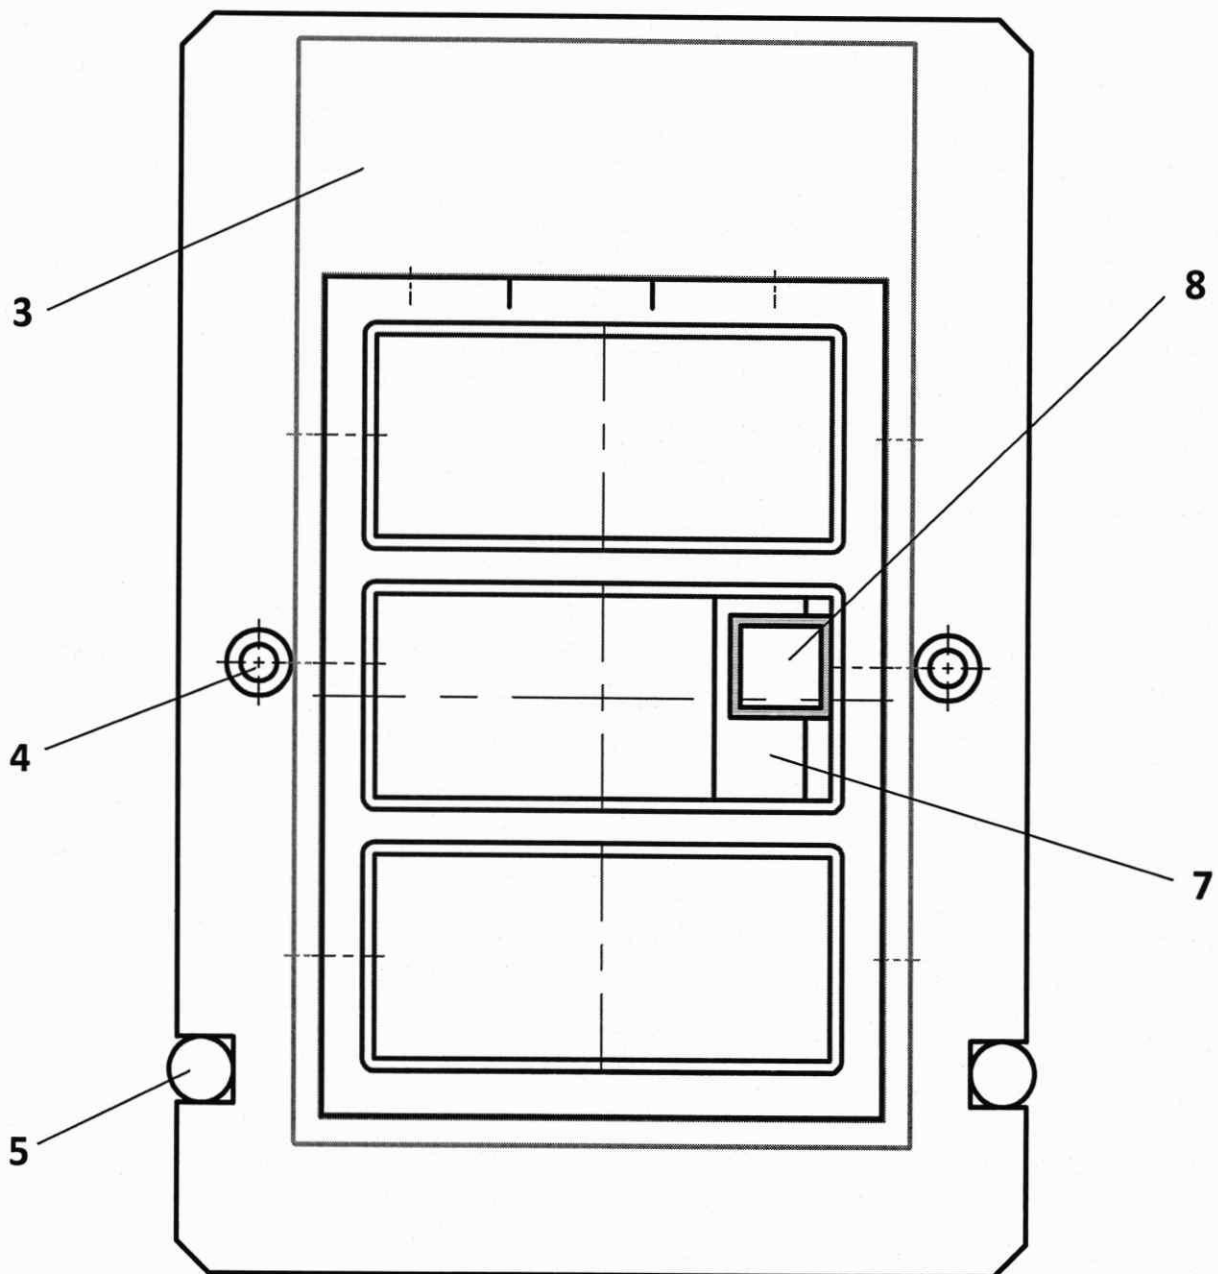

Рис. 8 Установка термостатируемого кюветодержателя для кювет КФК (спектрофотометр РВ 2201В)
9.2.4.3 Удерживая термостатируемый кюветодержатель для кювет КФК за кожух поз.3, установить его по направляющим штифтам поз.5 на шасси прибора (см. Рис. 8).